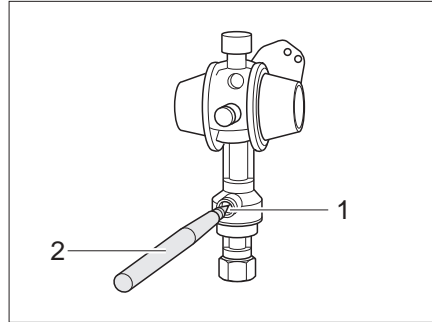

Bild 161 Crash-sensor
- Tryck in avsäkringsknappen (Bild 161,1) med ett stift (Bild 161,2) i flera sekunder.